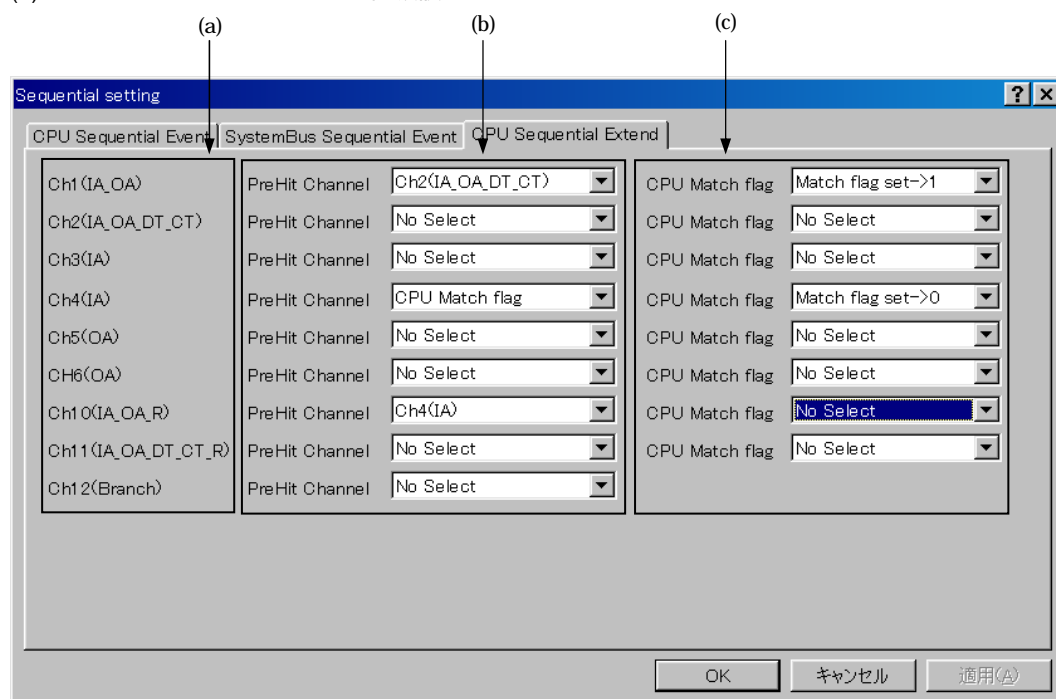

図 2.1 [CPU Sequential Extend]ページ
- 5. [CPU Sequential Extend]ページを図2.1のように設定します。